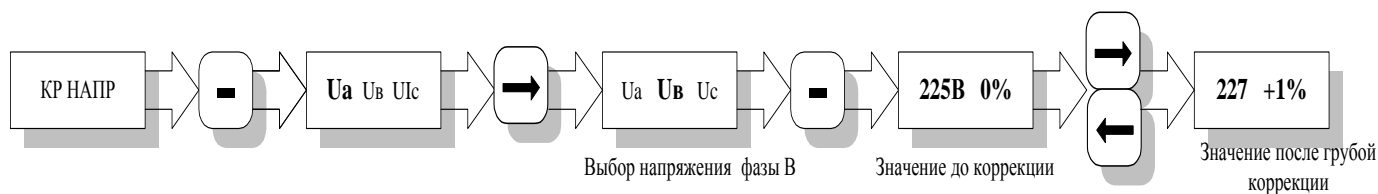

Рис. 13
5.3.12.1. Этот вид настройки позволяет откорректировать значения фазных напряжений в случае отклонения от значений замеренных эталонным прибором. Настройка осуществляется коррекцией фазных напряжений А, В и С. Алгоритм коррекции напряжений аналогичен алгоритму коррекции токов, на рис.13 приведен пример коррекции напряжения по фазе В.